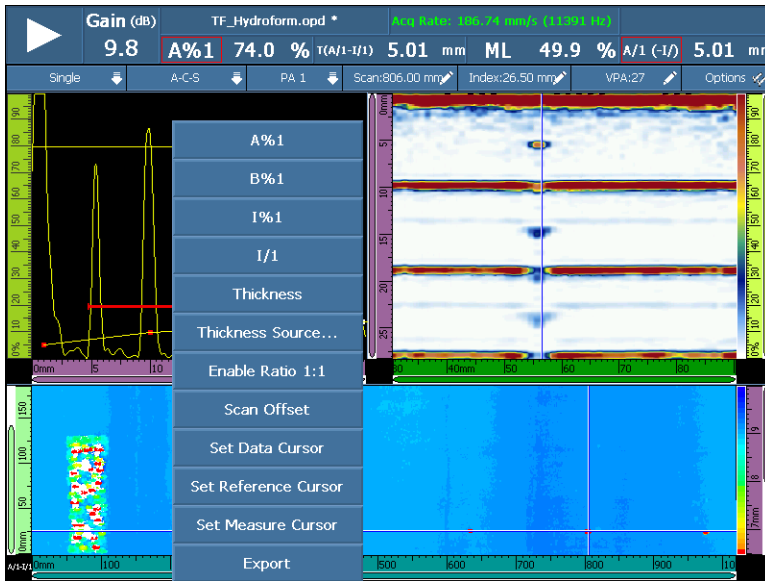

Рис. 6-3 Функция Экспорт С-скана
- Щелкните и удерживайте С-скан для открытия контекстного меню. Функция **Экспорт** появляется в конце контекстного меню (см. Рис. 6-3 на стр. 166).